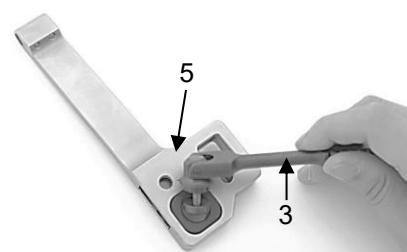

Fig. 15
Commencer par faire passer le levier d' entraînement (3) dans le logement prévu à cet effet du boîtier (5) (Fig. 15).